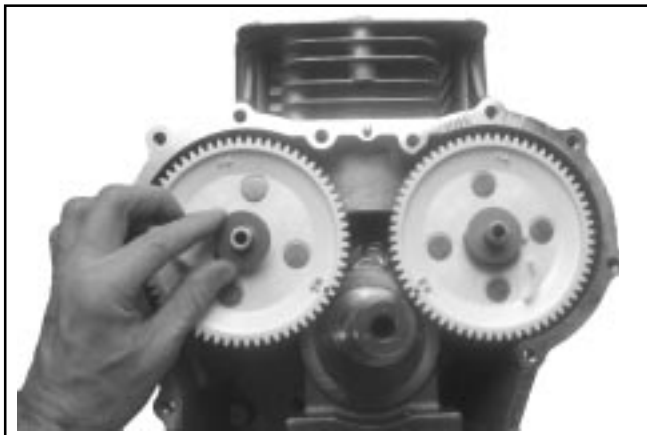

Figure 10-26. Installation de l'engrenage à cames côté admission et de la rondelle de butée.
1. Lever le levier à cames côté admission et installer l'engrenage à cames côté admission sur l'arbre à cames côté admission en engageant la fente sur le téton d'entraînement supérieur. Tourner l'engrenage et l'arbre de manière à ce que la marque « IN » de l'engrenage à cames se place à la position 4 heures. Installer la rondelle de butée sur l'arbre à cames. Voir la Figure 10-26.